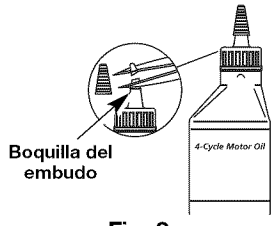

Fig. 2
Su unidad trae una botella de aceite SAE 30 SF, SG, SH de 90 ml (3.04 onzas fluidas) (Fig. 2).
1. Desenrosque la tapa de la botella de aceite y retire el sello de papel que cubre la apertura. Vuelva a colocar la tapa. Corte la punta de la boquilla del embudo (Fig. 2).